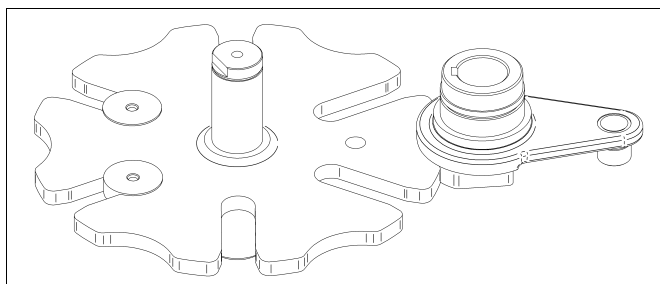

рис. 82
- 7) Поверните рычаг мальтийской шестерни на 90° обратно в положение наладки (рис. 82).